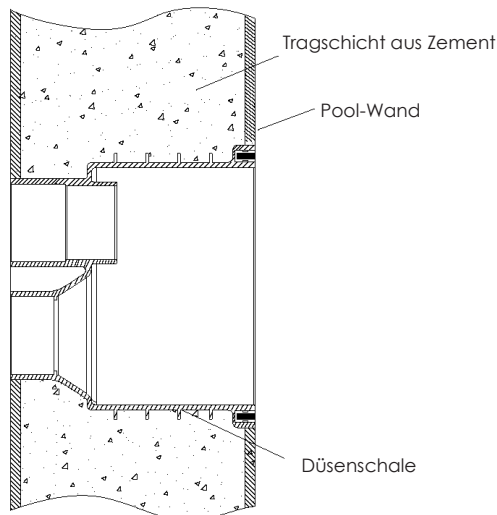

Abb. 2
- b) Bauen Sie den Körper der Gegenstromanlage in die Betonwand ein (Abb. 2).